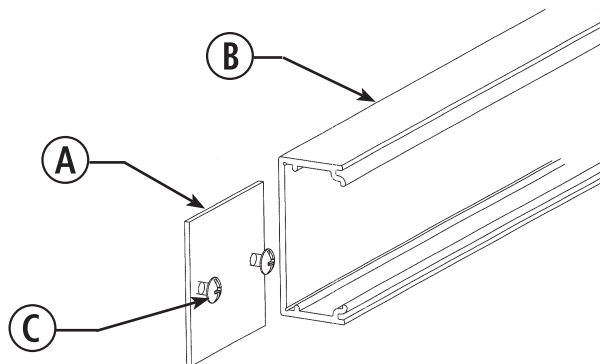

Fig. 11
9. Unit is supplied with (2) Blank End Fittings (B). See Fig. 11.
10. Close raceway covers (D) onto raceway bases. Aluminum PLUGTRAK® is shipped with the cover disassembled from the base. Unit is shipped with the receptacles snapped into the cover. Snap raceway cover into base.
9. L'unité est livrée avec (2) embouts (B) (Fig. 11).
10. Refermer les couvercles (D) sur les bases de canalisation. Le PLUGTRAKMD en aluminium est livré le couvercle désassemblé de la base. Les prises de l'unité sont enclenchées dans le couvercle à la livraison. Enclencher le couvercle de canalisation dans la base.
9. La unidad se entrega con (2) accesorios de cierre de extremo (B) (Fig. 11).
10. Cerrar las tapas de la canaleta (D) sobre las bases de la canaleta. El PLUGTRAKMR en aluminio se despacha la tapa no armada a la base. La unidad se despacha con los tomacorrientes enganchados en la tapa. Enganchar la tapa de la canaleta en la base.